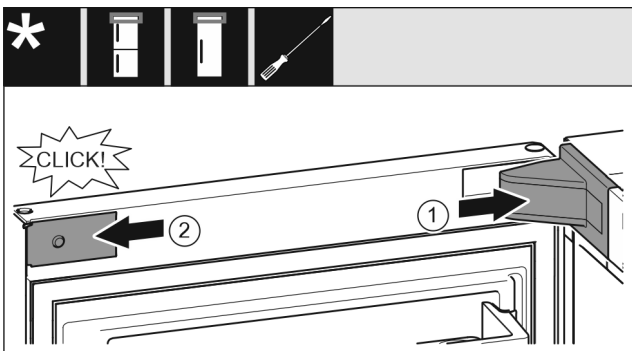

Fig. 20
- ▶ Namestite pokrov in ga zataknite, po potrebi ga previdno potisnite narazen. *Fig. 20 (1)*
- ▶ Ob strani namestite zaslonko in jo zataknite. *Fig. 20 (2)*